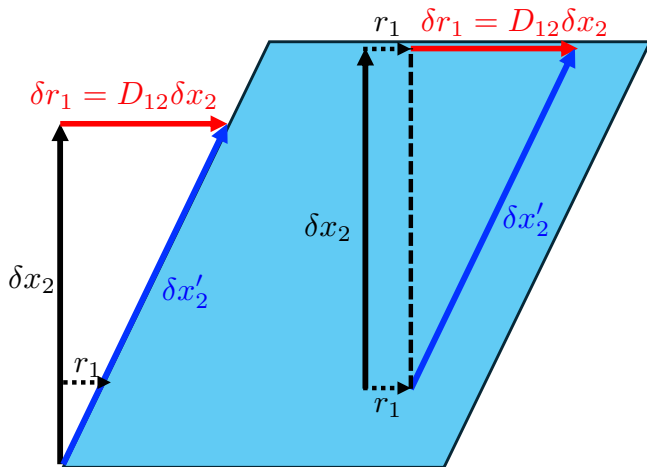

図 1: 単純剪断変形における変位と変形勾配テンソルの関係. 基準点を変化させた場合.
4.2.1. 変形勾配テンソルと歪みテンソル (2)
- また図 1 の通り、例えば均一な単純剪断変形を与えた場合、いずれの位置を基準にとっても、変形勾配テンソルが一様になることがわかる。
4.2.1. 変形勾配テンソルと歪みテンソル (3)